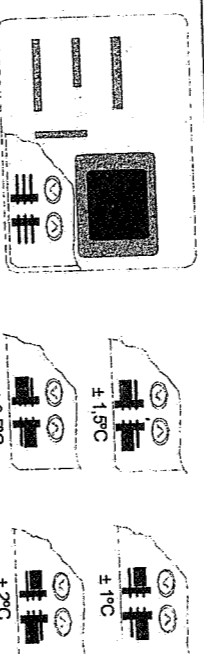

Fig. 2 / Abb. 2
Dead zone value jumper, only for models with automatic operation. (Fig.2).
- 4.- Collegare i cavi elettrici del termostato seguendo lo schema di collegamento. (Fig.2).
Jumper di valore della zona morta, solo per modelli con possibilità di funzionamento automatico. (Fig. 2).